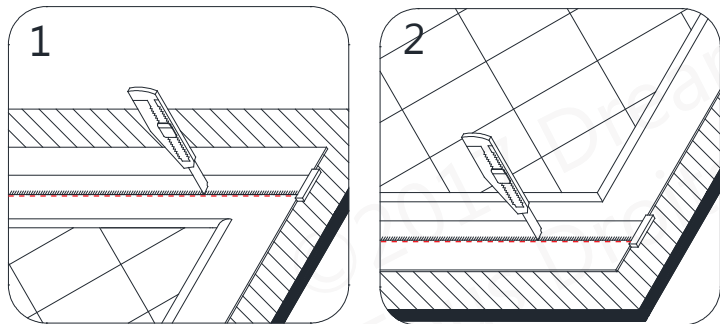
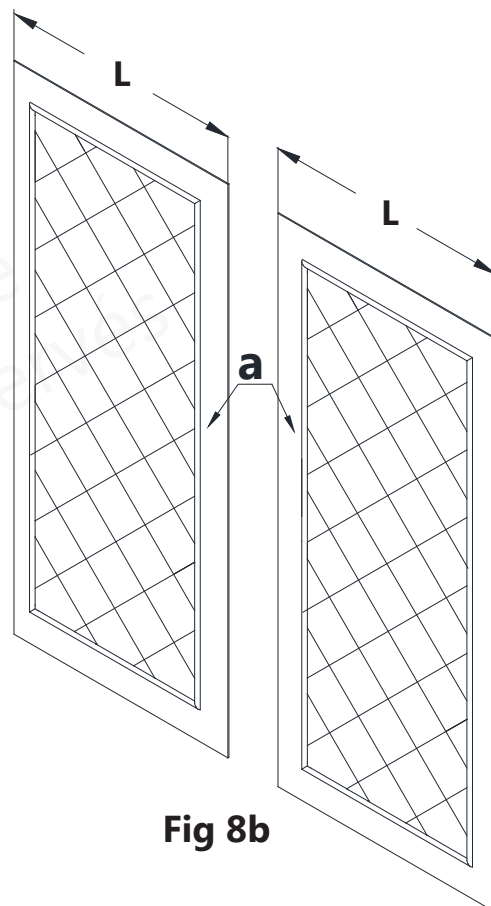

Fig 8a
Fig 8b
8. Placez le **panneau arrière (N°02)** sur un bout de panneau plat de contreplaqué ou de particules. Utilisez un équerre en T et un couteau industriel affilé pour inciser en suivant les repères tracés le long du **panneau arrière (N° 02)** (de l'étape précédente), et continuez d'inciser en suivant les repères jusqu'à ce que vous ayez complètement découpé le panneau. (**Fig. 8a et Fig. 8b**)